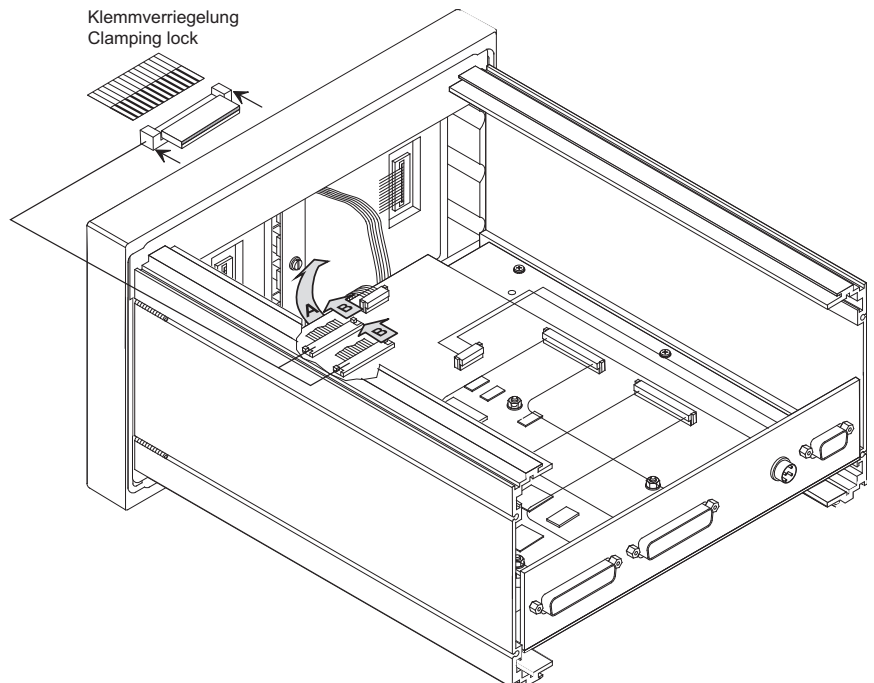

Bild 4-25: Lösen von Verbindungs- und Datenkabeln
6. Lösen Sie auf der Unterseite vorsichtig die Verbindungskabel zum Display (Bild 4-25, A). Lösen Sie sodann auf der Oberseite die Datenkabel zum Display und ziehen Sie sie vorsichtig aus den Steckverbindern (Bild 4-25, B + C). Achten Sie darauf, die Kabel nicht durch Verkanten zu beschädigen!